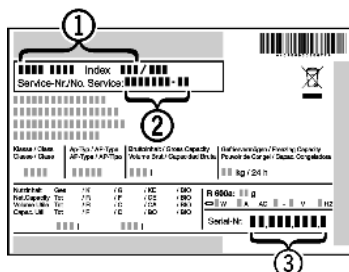

Fig. 13
- Наименование устройства Fig. 13 (1), сервисный № Fig. 13 (2) и серийный № Fig. 13 (3) считайте с заводской таблички. Заводская табличка находится внутри устройства слева.
- Обратитесь в сервисную службу и сообщите вид неисправности, наименование устройства Fig. 13 (1), сервисный № Fig. 13 (2) и серийный № Fig. 13 (3).